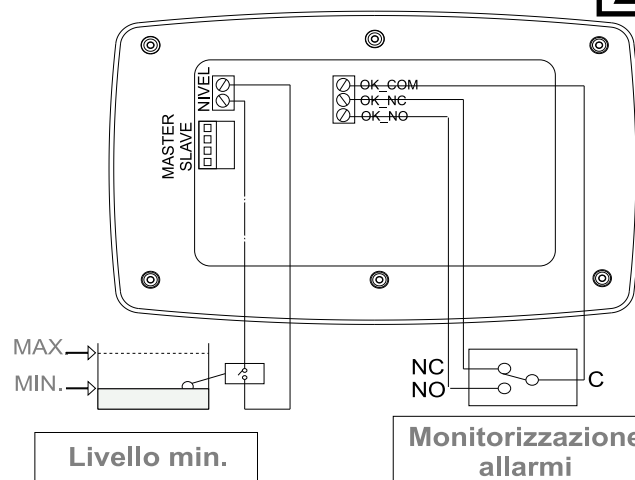

fig. 5
- Controllo del livello minimo: lo SPEEDMATIC dispone di una entrata che desattiva la pompa appena riceve segnale proveniente di un rivelatore esterno di livello minimo. Per il suo collegamento vedere fig.5.